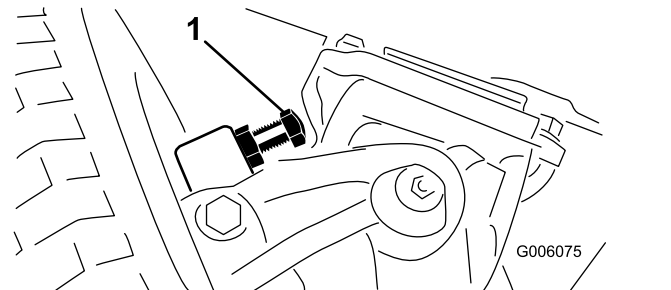

Figure 70
1. Vissez ou dévissez les boulons jusqu'à ce que l'écart correct soit obtenu (2,3 mm) ; voir Figure 70.